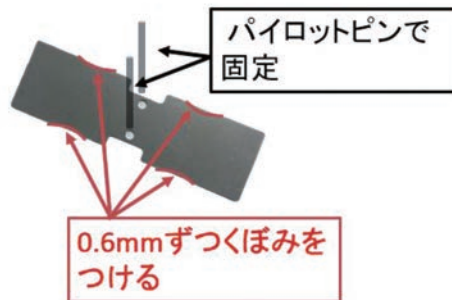

図13 ブランク材の形状
また90°曲げの中心に当たる箇所をブランク材の幅を0.6mmずつくぼみをつけ、90°曲げを行った際に肉が余らないよう調整した。(図13)
- ② 今回の製品を作成するにあたり、本来なら材料の型抜きをする工程が必要となるが、私たちはレーザーカットでブランク材を作成することで工程数を1つ減らし、必要となる金型を減らすことでコスト削減に繋がった。
- ③ 位置決めの精度を高めるためにパイロットピンを2つ用いて2点留めし、成型品を1度に2つ製作する2個取りにすることで材料の傾きや移動による成型品のずれを軽減した。(図13)